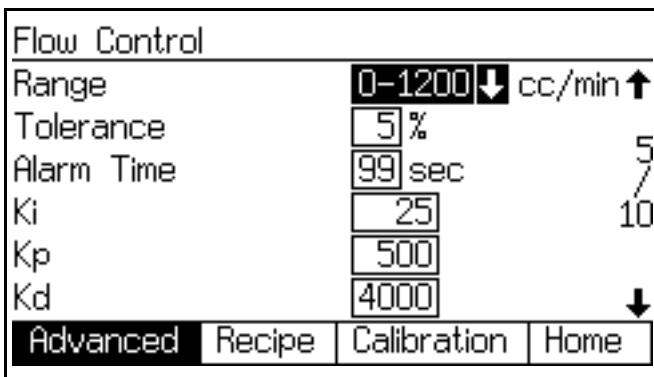

FIG. 95 Schermata Advance Setup (Setup avanzato) 5 (modalità automatica con solo controllo portata)
2. Andare alla **Schermata Advanced Setup (Setup avanzato) 5** (vedere FIG. 95). Selezionare l'intervallo di portate che meglio riflette la portata target più ampia per l'applicazione (ad esempio, 0-1200).